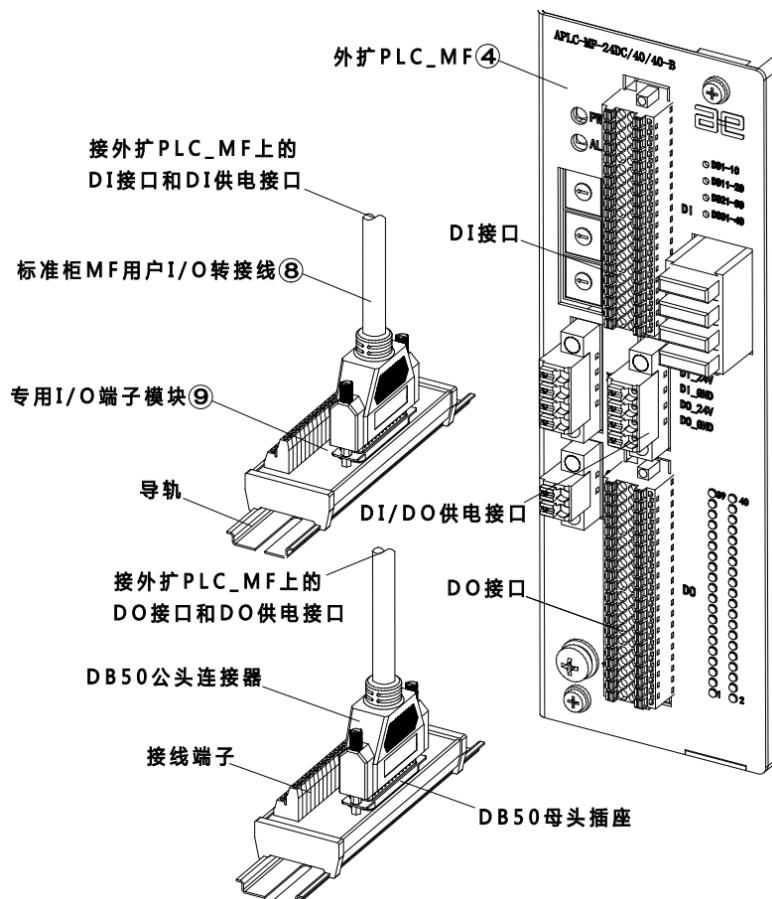

图 20-11 连接用户 I/O 端子示意图
步骤5. 将两根⑧标准柜 MF 用户 I/O 转接线的一端分别接在④外扩 PLC_MF 上的 DI 接口和 DO 接口上，另一端接在⑨用户 I/O 端子模块上，参考图 20-11。PLC_MF 波特率设置参考表 19-14。